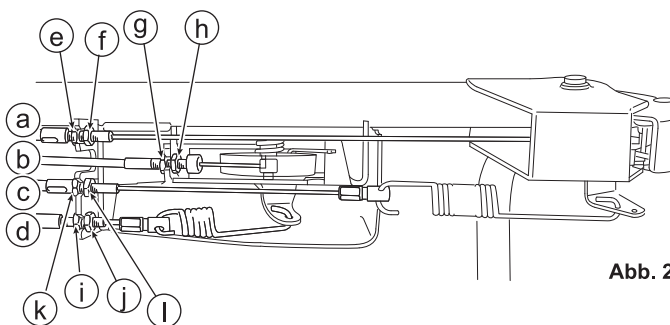

Abb. 23
8.5.1 Gashebel (Siehe Abb. 23 und 24)
8.5.2 Klingenhebel (Siehe Abb. 23 und 25)
8.5.3 Kupplungshebel (Siehe Abb. 23 und 26)
8.5.4 Ganghebel (Siehe Abb. 23 und 27)